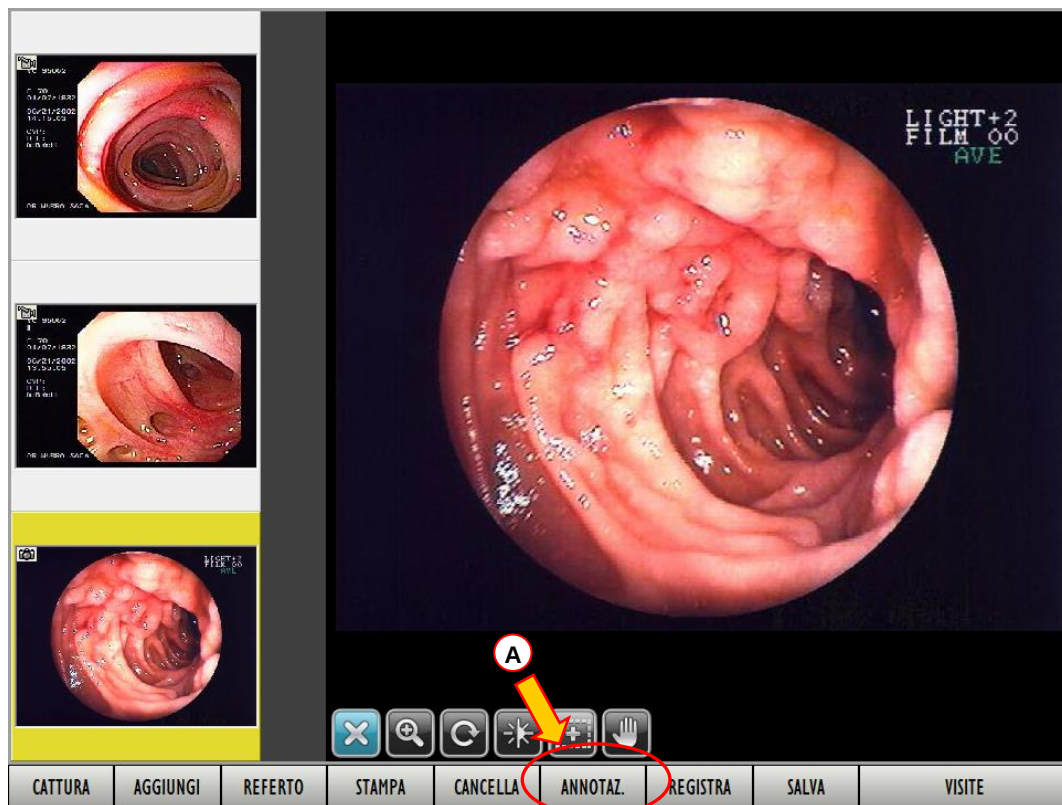

Fig 99 - Visita
Per aggiungere un'annotazione ad una immagine/filmato è necessario, sulla schermata “Dettaglio visita” (Fig 99),
- Cliccare il pulsante **ANNOTAZ.** sulla barra comandi (Fig 99 A).